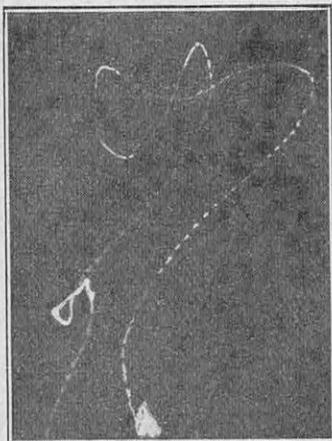
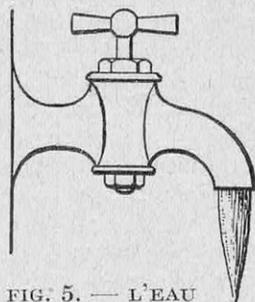
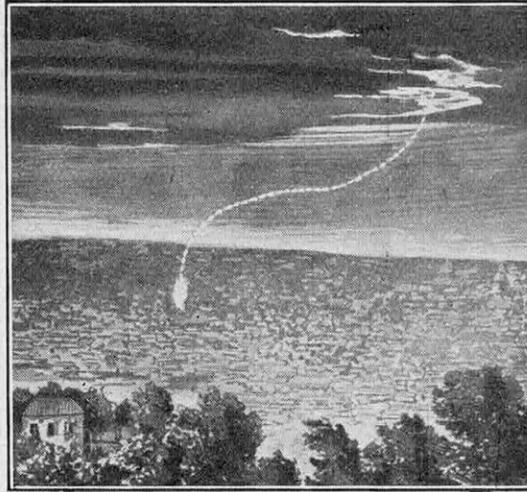

FIG. 3. — PHOTOGRAPHIE DIRECTE D'UN ÉCLAIR EN CHAPELET (PHILADELPHIE)
FIG. 5. — L'EAU QUI S'ÉCHAPPE D'UN ROBINET PEUT SE TRANSFORMER EN UN CHAPELET DE GOUTTES
FIG. 6. — OBSERVATION D'UN ÉCLAIR EN CHAPELET FAITE PAR GASTON PLANTÉ, A PARIS, LE 18 AOUT 1876
(1) On donne le nom de fulgurites aux vitrifications produites par la foudre dans les sables siliceux.
*éclairs en boules*, qui apparaissent sous forme d'un globe de feu se déplaçant lentement avant de faire brusquement explosion, et les *éclairs en chapelet*, que les Allemands comparent à un collier de perles (*Perlschnurblitz*). Pendant longtemps, on a révoqué en doute la réalité de ces apparitions, affirmées pourtant par de nombreux témoignages, mais l'appareil photographique, incapable d'auto-suggestion, nous a apporté sur ce point des preuves irréfutables, dont une est reproduite dans cet article (fig. 3). Il est donc certain que la décharge électrique est sus-
Mais il peut arriver aussi que le filet de matière fulminante, au lieu de rester continu, ait le temps de se condenser en une série de grains équidistants, par un mécanisme analogue à celui qui change en gouttes séparées le filet liquide échappé d'un robinet (fig. 5): ainsi se produit l'éclair en chapelet, dont la photographie (fig. 3), reproduite ici, nous atteste la réalité. Gaston Planté, l'éminent inventeur des accumulateurs, fut le premier à attirer l'attention sur cette forme singulière de la foudre; voici l'observation faite par lui, le 18 août 1876, et (fig. 6) le dessin où il avait reproduit les apparences observées: